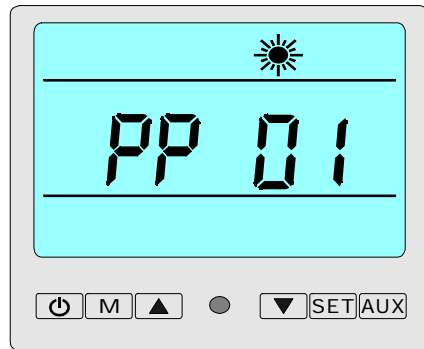

Figure 3-15
- Si le capteur de température est en court circuit ou circuit ouvert, il est jugé en panne et la PAC stoppe. Le message PP 01 est affiché (voir figure 3-15).